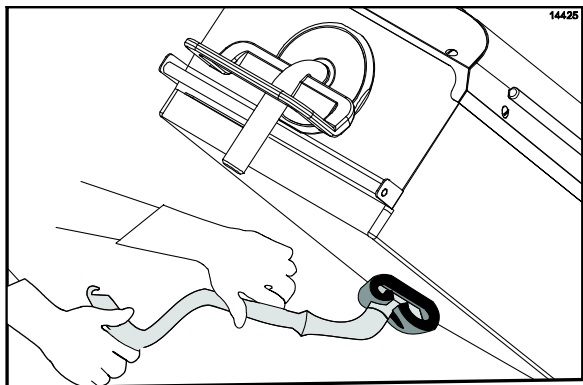

Figura 50
17. Aplique a solução de limpeza de grill nas superfícies do platen, percorrendo as chapas da direita para a esquerda. (Veja a Figura 50.)